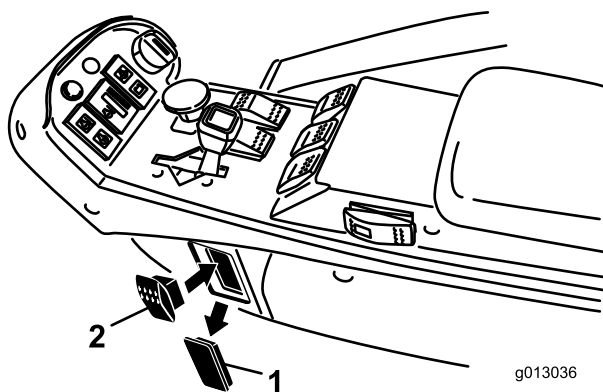

Figure 9
3. En passant par l'intérieur du panneau de commutateurs du bras de commande, poussez l'obturateur hors du trou dans le panneau de commande (Figure 9).
4. Poussez l'interrupteur dans le trou de montage du panneau de commande (Figure 9).